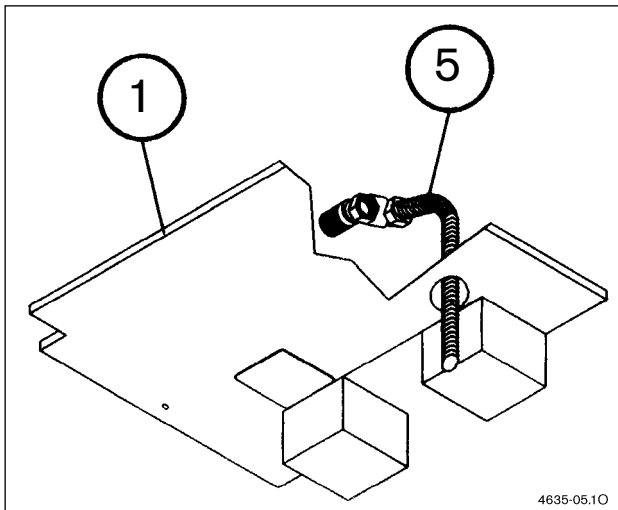

Figura 4
- Al fine di evacuare lo scarico della valvola di sicurezza montare l'apposito raccordo di scarico (5) sull'uscita della valvola opportunamente posizionata, come illustrato in figura 4 (non necessario sulla ZE 24/28-3 MF A)